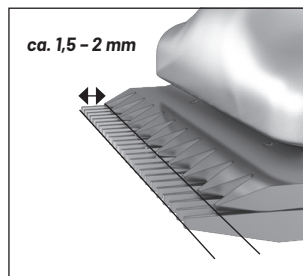

Fig. 5
8. Skjut in det nedre skärbladet mellan de lossade fästskruvarna (7).
9. Placera det nedre skärbladet så att slipytan skjuter ut ca. 1,5 till 2 mm bortom kanten på det övre skärbladet (fig. 5).
10. Dra åt fästskruvarna (7) med hjälp av verktyget (skruvmejseln).